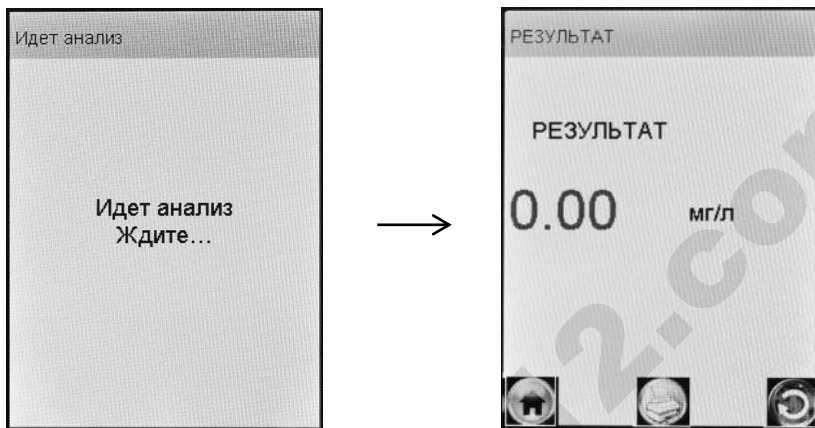

Рисунок 17 – Предъявление результата измерения
2.8.13 После отбора пробы воздуха производится измерение массовой концентрации паров этанола в отобранной пробе, при этом на экране отображается сообщение «**Идет анализ Ждите...**» (рисунок 17, слева).
2.8.14 После того как анализ пробы произведен, в сопровождении щелчка срабатывания заборной системы на экране предъясвляется результат измерения массовой концентрации паров этанола (алкоголя) в отобранной пробе выдыхаемого воздуха (рисунок 17, справа).